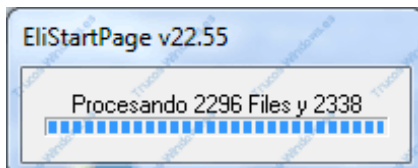

FIGURA 6
3. Se nos abre esta ventana y esperamos a la siguiente (Figura 6):